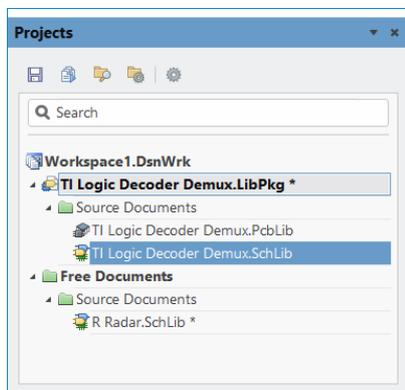

图 5-30 摘取源文件
(4) 单击 **解压源文件 (E)** 按钮，在【Projects】面板上显示出系统所建立的集成库工程 TI Logic Decoder Demux.LibPkg 以及分解成的两个源库文件：TI Logic Decoder Demux.PcbLib 和 TI Logic Decoder Demux.SchLib，如图 5-30 所示。